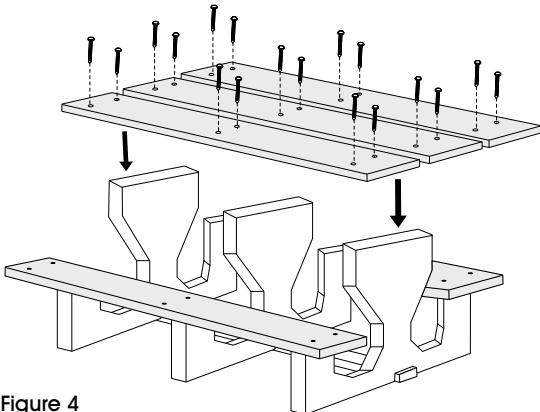

Figure 4
4. Déterminez l'écart entre les planches de table. Prépercez les trous sur les planches à l'aide de la perceuse et de la mèche de 3/8 po. Fixez sans serrer les planches aux bases en plastique à l'aide des tire-fonds de 4 po, de la perceuse et de la douille tournevis de 3/4 po (à bien visser plus tard à l'étape 7). (Voir Figure 4)